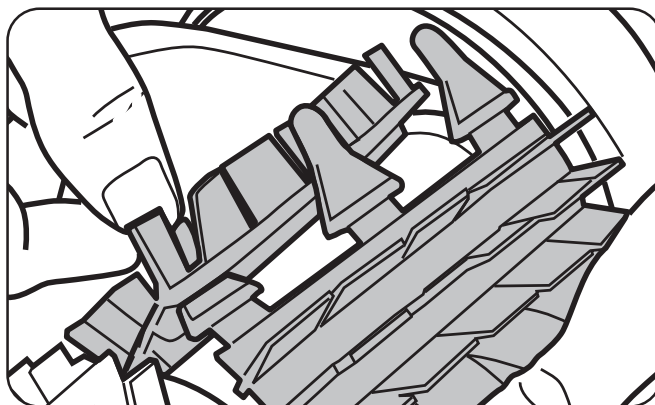

Figure 21. Tirer les onglets à travers chaque fente
3. Enfiler chaque patte dans la fente fournie et l'introduire délicatement jusqu'à ce que le talon sorte de l'autre côté de la fente (Figure 21).